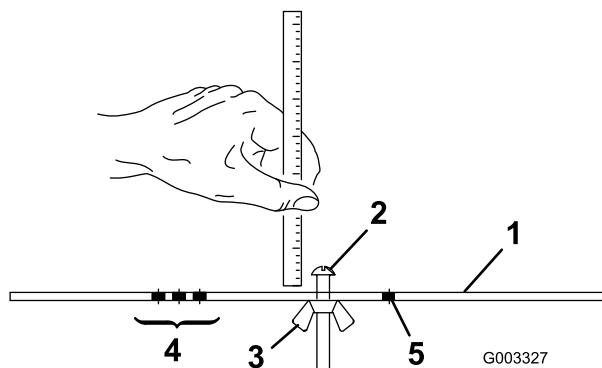

Figure 22
2. Desserrez l'écrou du gabarit (Figure 22) et tournez la vis de réglage de manière à obtenir la hauteur de coupe voulue. L'écartement entre la base de la tête de la vis et la face du gabarit correspond à la hauteur de coupe.